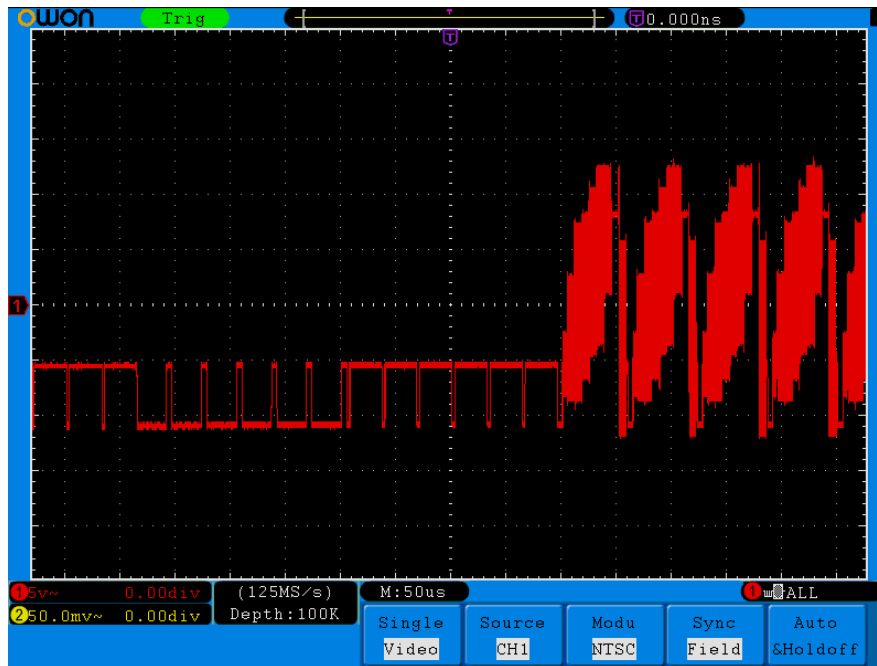

Figure 7-7 Ondulation capturée par déclenchement champ vidéo
- (1) Appuyer sur la touche **Trigger Menu** pour afficher le menu Trigger.
- (2) Appuyer sur la touche **H1** pour afficher le menu type de déclenchement.
- (3) Appuyer sur la touche **F1** pour choisir **Single** pour Type.
- (4) Tourner le bouton **M** pour choisir **Video** comme mode.
- (5) Appuyer sur la touche **H2** pour afficher le menu Source.
- (6) Appuyer sur la touche **F1** pour choisir **CH1** pour Source.
- (7) Appuyer sur la touche **H3** pour afficher le menu Mode.
- (8) Appuyer sur la touche **F1** pour choisir **NTSC** pour la modulation.
- (9) Appuyer sur la touche **H4** pour afficher le menu Sync.
- (10) Appuyer sur la touche **F2** pour choisir **Field** pour Sync.
- (11) Tourner les boutons **VOLTS/DIV**, **VERTICAL POSITION** et **SEC/DIV** pour obtenir l'affichage d'ondulation propre (voir *Figure 7-7*).